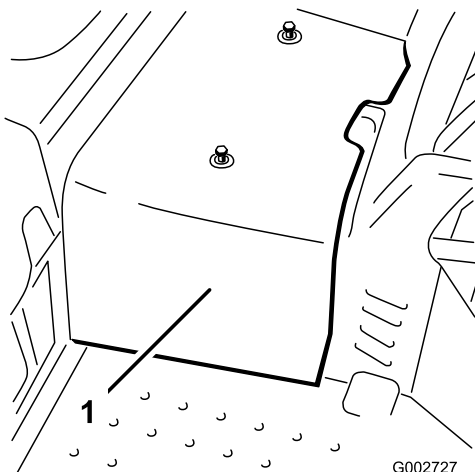

Figure 32
2. Desserrez les 2 vis qui fixent le carénage central à la machine et déposez le carénage (Figure 32).